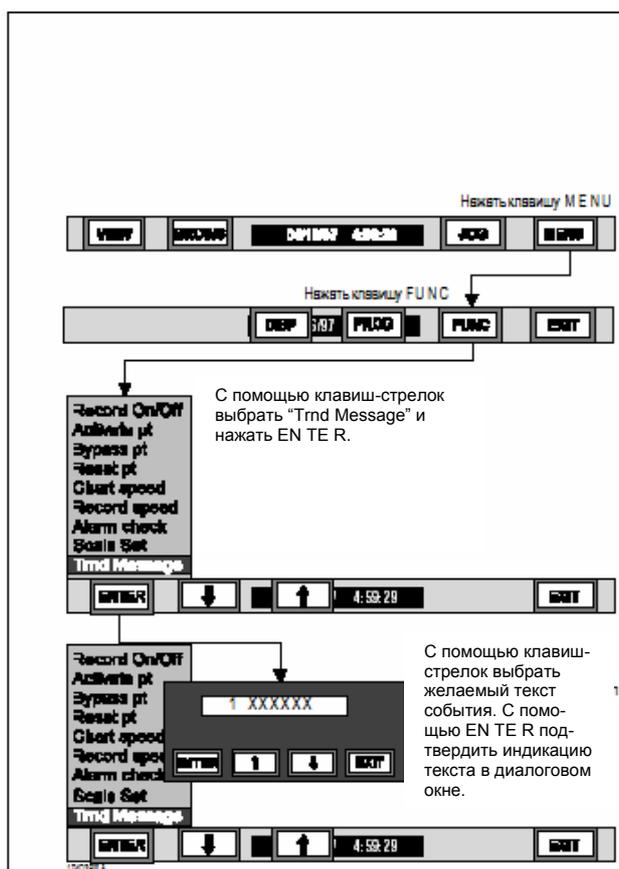

Рис. 3-40 Диаграмма процесса текста события
I. Текст события - Пункт меню "Trnd message" позволяет пользователю выбрать вручную один из шести текстов событий (см. главу 4) для вида «Тревоги/события» и файла тревоги. Для выбора текста события см. рис. 3-40 и следующие указания: